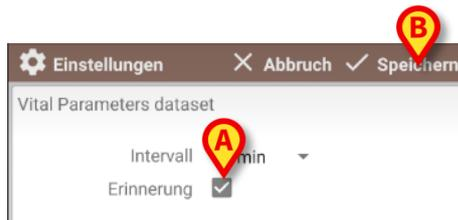

Abb. 100
- Wählen Sie das Kontrollkästchen “Erinnerung”, um automatische Erinnerungen zu erhalten, dass die Datenerfassung fällig ist (Abb. 100 **A**).
- berühren Sie die Option **Speichern**, um die vorgenommenen Änderungen zu speichern (Abb. 100 **B**).